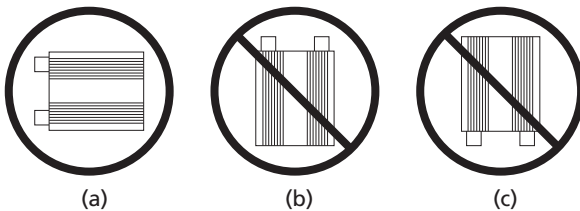

Figure 4.1 : Orientation pour un montage mural
Si le convertisseur doit être monté sur une surface verticale, comme un mur, veuillez vous assurer que l'axe du ventilateur est horizontal, comme illustré sur la figure 4.1 (a).
Le côté de l'entrée CC possède des ouvertures de ventilation plus grandes (9) pour supporter l'écoulement d'air du ventilateur. Monter le ventilateur avec le côté du ventilateur orienté vers le haut ou vers le bas, comme illustré sur les figures 4.1 (b) et 4.1 (c) n'est pas permis pour des raisons de sécurité. Si le convertisseur est monté comme sur la figure 4.1 (b), des objets métalliques ou conducteurs pourraient tomber accidentellement à l'intérieur de l'appareil à travers les ouvertures de ventilation, ce qui créerait des conditions dangereuses pouvant provoquer un court-circuit parmi les parties internes de l'appareil sous haute tension. Si le convertisseur est monté comme sur la figure 4.1 (c), des matériaux chauds ou fondus, provenant de parties internes endommagées de l'appareil à la suite d'un problème de fonctionnement, pourraient tomber sur des matériaux combustibles sur le plancher et créer un risque d'incendie.